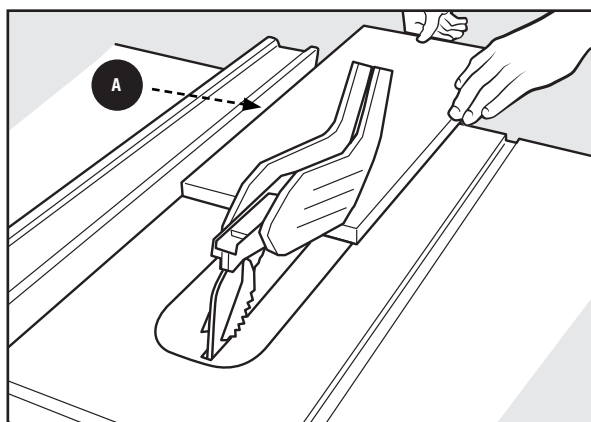

Figura 47
9. Sujete la pieza de trabajo horizontalmente sobre la mesa y contra la guía **A**. La pieza de trabajo **DEBE** tener un borde recto contra la guía y no **DEBE** estar deforme, torcida ni doblada. Vea la posición correcta de las manos en la Figura 47.